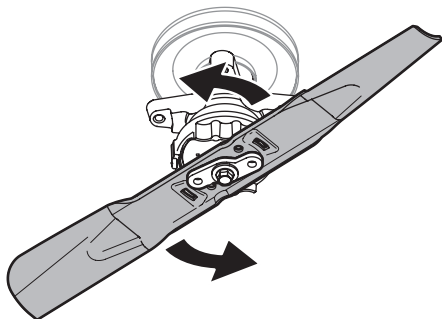

Figure 44
4. Placez la bague de verrouillage vers le haut et tournez la lame vers la gauche pour la dégager de la bague (Figure 44).